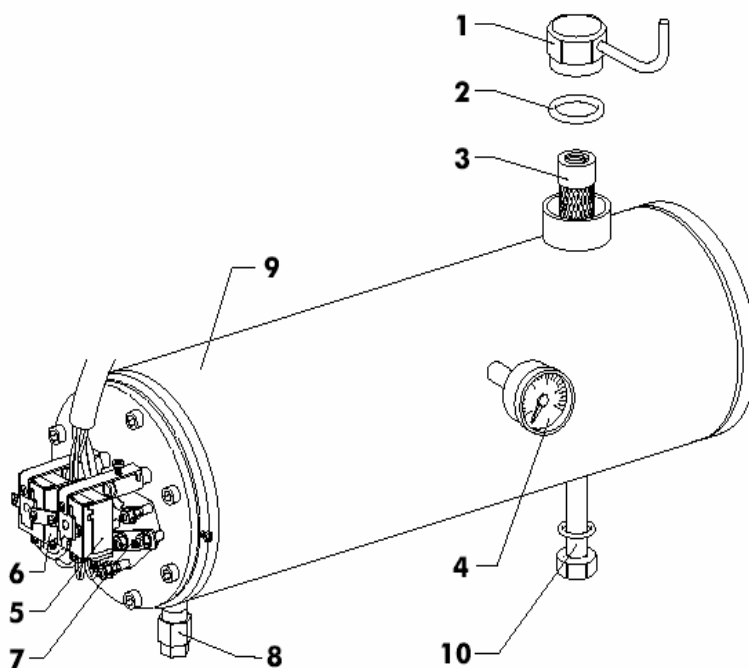

Рис. 12
С помощью терморегулятора минимальной температуры, который также располагается в подогревателе, как и терморегулятор максимальной температуры (см. рис. 12), стабилизируется минимальная температура в соответствии с работой горелки. Эта температура устанавливается примерно на  $20 \div 30^{\circ}\text{C}$  ниже максимальной и никогда не опускается ниже  $70^{\circ}\text{C}$ .
- Периодически очищайте фильтр резервуара (см. рис. 12). Пользуйтесь газойлем или бензином и примите меры, чтобы не повредить фильтрующую сетку. Очень загрязненный фильтр приводит к падению давления на форсунке, несмотря на то, что манометр, установленный на насосе, показывает нормальное давление.